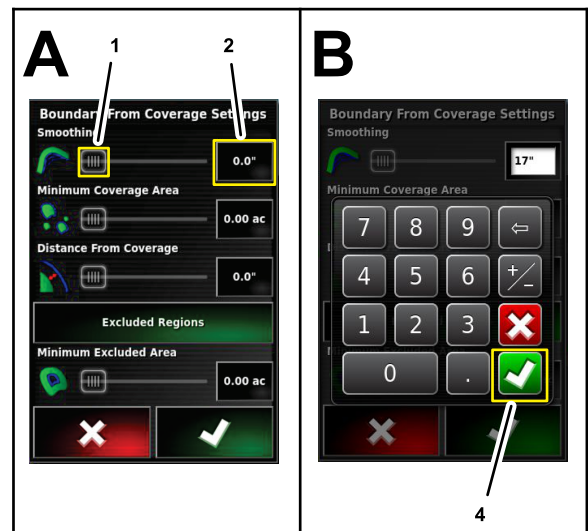

Bild 52
3. Tippen Sie auf das Zahlen-Symbol für die Glättungseinstellung (Bild 52). Geben Sie den Wert über die Bildschirmtastatur ein und tippen Sie auf das Bestätigen-Symbol.